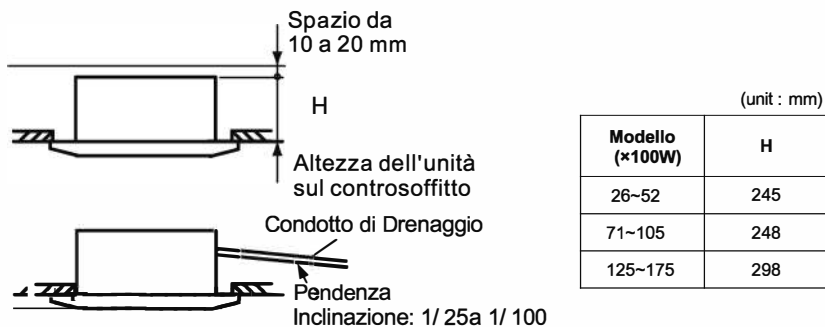

Fig. 3.2 Installation Location of Indoor Unit
- Selezionare la posizione d'installazione come segue (Fig 3.2) :